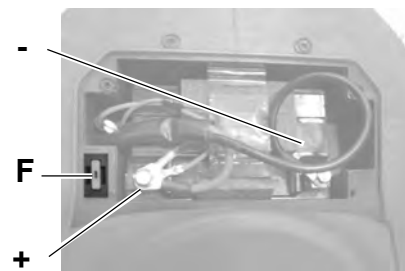

Fig. 46
- Déconnecter le fusible de 30A situé à côté de la batterie (F - Fig. 46).
Pôle négatif (-) les câbles NOIRS (Fig. 46).